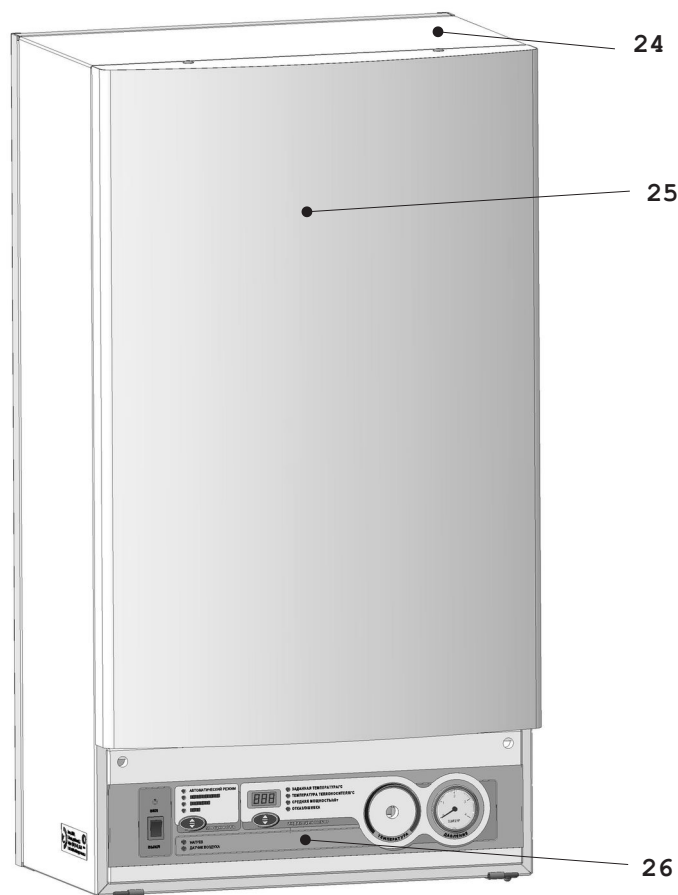

Рис. 2
4.2 На кожухе (24) Рис. 2 в нижней его части расположена панель управления (26) с элементами управления и индикации режимов работы прибора. Для монтажа и обслуживания устройств, расположенных внутри прибора, панель лицевая (25) может сниматься предоставляя доступ к любому узлу.
| 10 - плата питания и реле            | 24 - кожух (рис.2)             |
| 11 - автоматический выключатель      | 25 - панель лицевая (рис.2)    |
| 12 - предохранительный клапан        | 26 - панель управления (рис.2) |